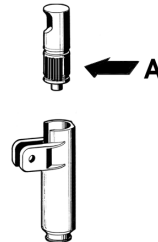

figura 2
**2** Lubrificare il pistone rubinetto (nella zona A indicata in figura 2) utilizzando esclusivamente **grasso per uso alimentare**.